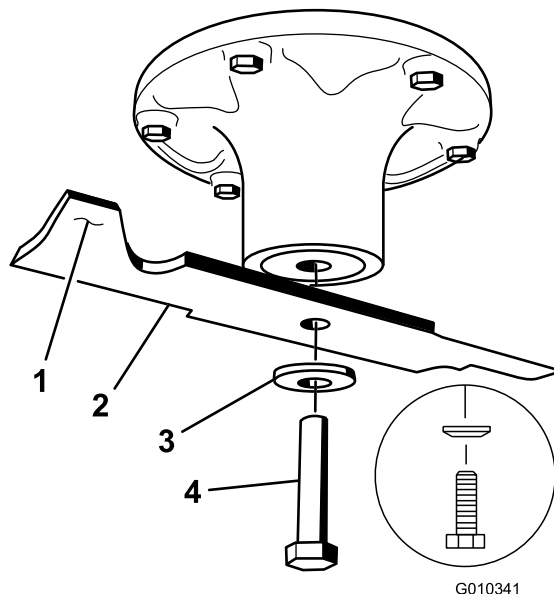

Bild 63
2. Entfernen Sie die Messerschraube, Wellenscheibe und das Messer von der Spindelwelle (Bild 63).
- Setzen Sie das Messer auf die Spindelwelle (Bild 63).
- Setzen Sie die Wellenscheibe (Kappenseite zum Messer) und die Messerschraube ein (Bild 63).